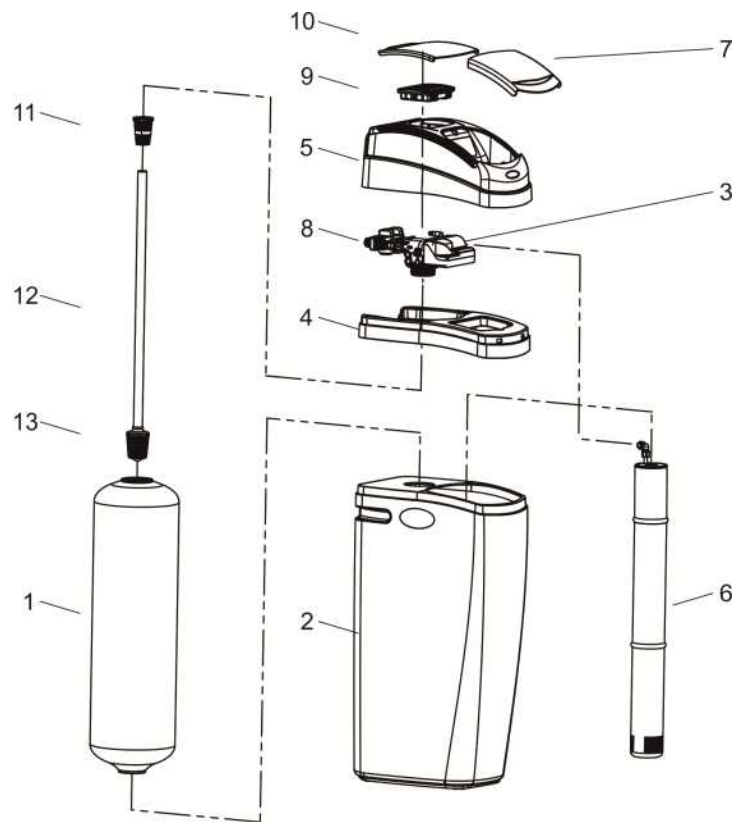

Рисунок 1
6.1 Универсальные фильтры кабинетного исполнения WiseWater серии Nord MX состоят из (Рисунок 1):
6.2 Фильтр состоит из (Рисунок 1):
6.8 Периодически универсальный фильтр находится в режиме регенерации. Все операции процесса регенерации выполняются автоматически за счет давления исходной воды без использования промежуточных емкостей и насосов. Фильтр, входящий в состав универсального фильтра (рис. 1), имеет автоматическую систему управления, обеспечивающую регенерацию фильтрующей загрузки в заданный момент времени после прохождения заданного объема воды (по счетчику) или через определенное число дней (по таймеру).